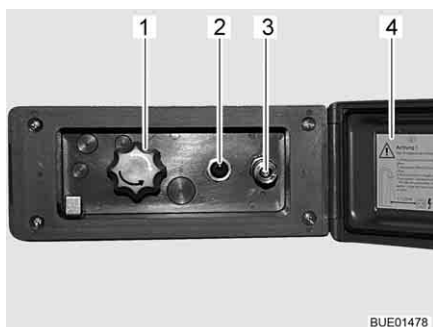

Bild 94 Duschanslutning utsida
- Lås upp och öppna locket (Bild 94,4).
- Anslut ytterduschens slang med snabbkopplingen (Bild 94,3).
- Koppla in vattenpumpen med brytaren (Bild 94,2).
- Ställ in vattentemperaturen enligt önskemål med vredet (Bild 94,1).
- Koppla ur vattenpumpen med brytaren (Bild 94,2).
- Stäng locket (Bild 94,4) och lås det med nyckeln.
- Ställ vredet (Bild 94,1) på mittläget.